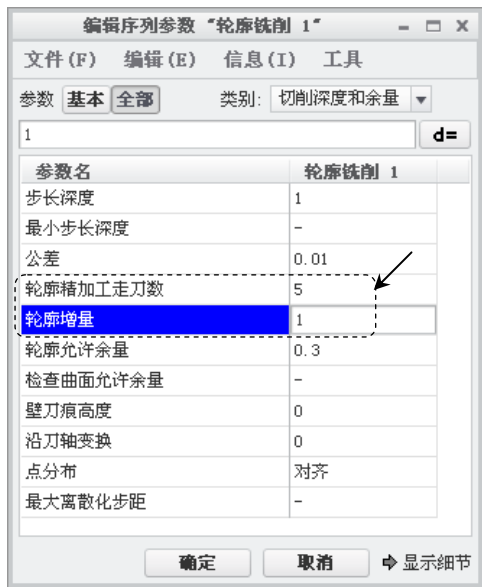

图 10.4.21 设置轮廓增量参数
Step5. 在“轮廓铣削”操控板中单击 **参数** 按钮，在弹出的“参数”设置界面中设置图 10.4.20 所示的切削参数。单击  按钮，系统弹出编辑序列参数“轮廓铣削 1”对话框，单击 **全部** 按钮，在 **类别** 下拉列表中选择 **切削深度和余量** 选项，设置图 10.4.21 所示的参数。在 **类别** 下拉列表中选择 **切削运动** 选项，在 **多层走刀扫描** 下拉列表中选择 **逐层切面** 选项。选择下拉菜单 **文件(F)** 菜单中的 **另存为...** 命令。将文件命名为 milprm02，单击“保存副本”对话框中的 **确定** 按钮，然后单击编辑序列参数“轮廓铣削 1”对话框中的单击 **确定** 按钮完成参数设置。